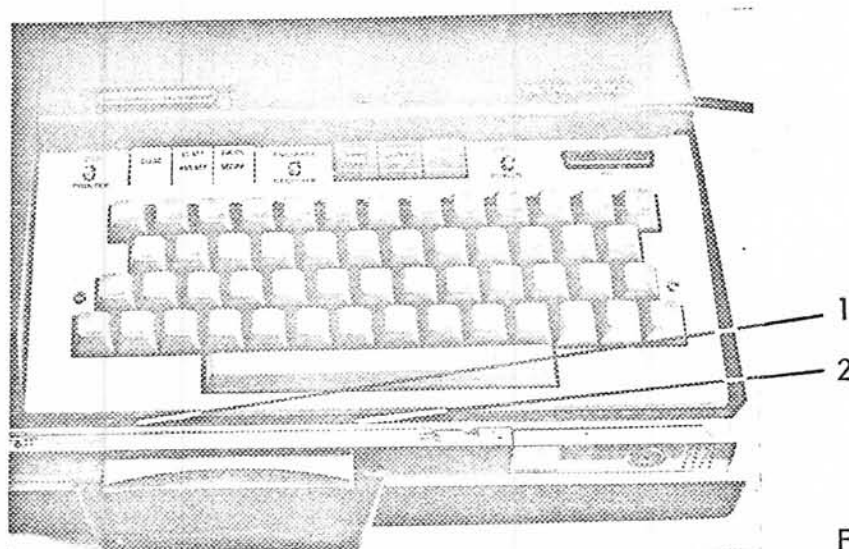

Fig. 13
- 2 Schrauben entfernen (Fig. 13, Pos. 1 und 2)